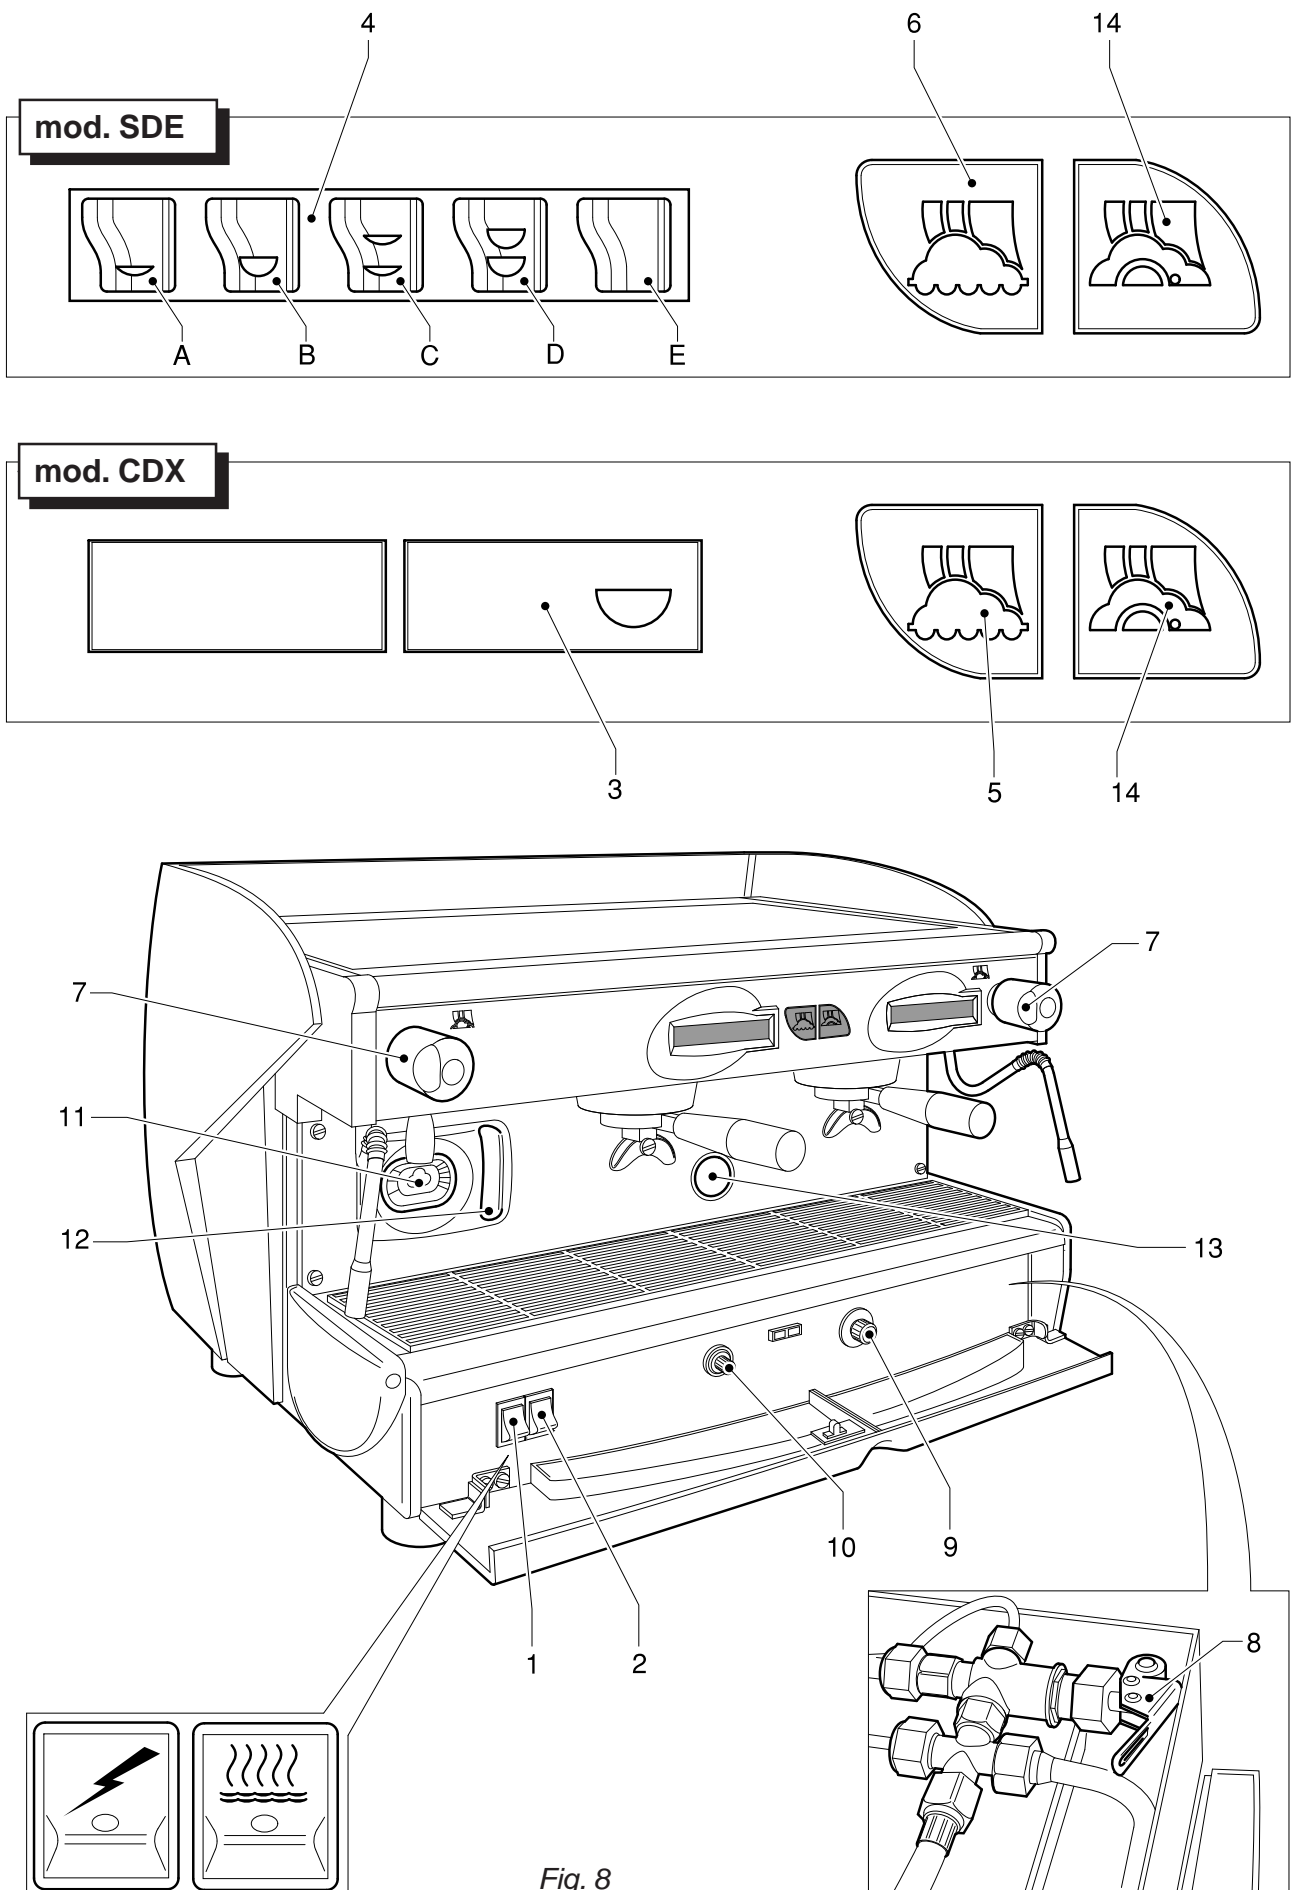

Fig. 8
7.1. Mandos Fig.8
7.2. Instrumentos de control (Fig.8)
Modelo con gas (Fig.8)
- Colocar las tazas debajo de los picos suministradores, activar la preparación con el mando 3 o el teclado 4 según los modelos, Fig.8.
- Abrir gradualmente el grifo del vapor 7 (Fig.8); el vapor borbojeando en el líquido le cede calor hasta llevarlo a la temperatura deseada.
- Colocar el recipiente debajo de la lanza de suministro de agua caliente, luego activar el mando de suministro según los modelos (Fig.8).
- Mantener apretado el mando de suministro 4-E (Fig.8), durante por lo menos cuatro segundos, luego soltar el pulsante; la máquina suministra agua de continuo.